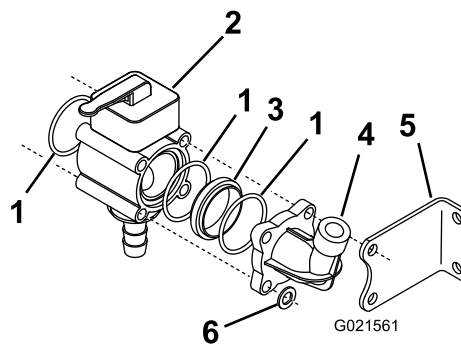

Bild 7
9. Schieben Sie Scheiben auf die Stangen, die nicht durch die linke Befestigungshalterung gesteckt sind, und drehen Sie eine Sicherungsmutter auf das linke Ende jeder Stange (Bild 7).
10. Bauen Sie den Verteiler des manuellen Ventils zusammen; verwenden Sie das manuelle Ventil, einen O-Ring, einen Adapter (aus den lose mitgelieferten Teilen), und den vorher entfernten Druckmanometeranschluss (Bild 7).
12. Bringen Sie eine Scheibe und zwei Klemmmuttern am rechten Ende jeder der vier Gewindestangen an, um den reduzierenden Adapter am Auslegersicherheitsventil zu befestigen (Bild 7).